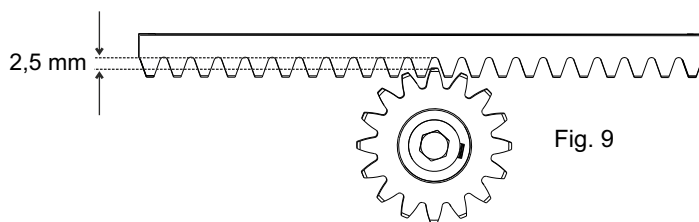

Fig. 9
5.6. toute la crémaillère doit être élevée de 2,5 mm pour éviter que le poids du portail repose sur le pignon (Fig. 9);